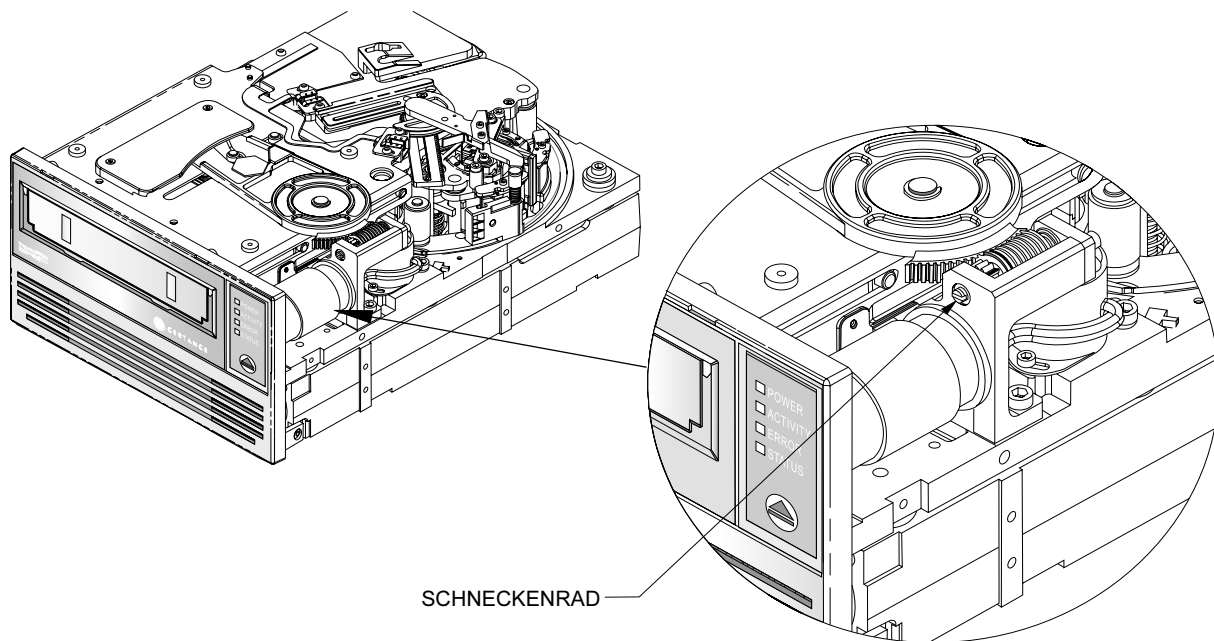

Abbildung 22. LTO-1- und LTO-2-Laufwerk-Schneckenrad
2. Verwenden Sie einen Flachkopf-Schraubenzieher, um das Schneckenrad entgegen dem Uhrzeigersinn zu drehen (nach links). Abbildung 22 auf Seite 82 zeigt die Position des Schneckenrades. Hierdurch wird der Kassettenanhebemechanismus langsam angehoben, und die Kassette gleitet teilweise aus dem Laufwerk heraus.